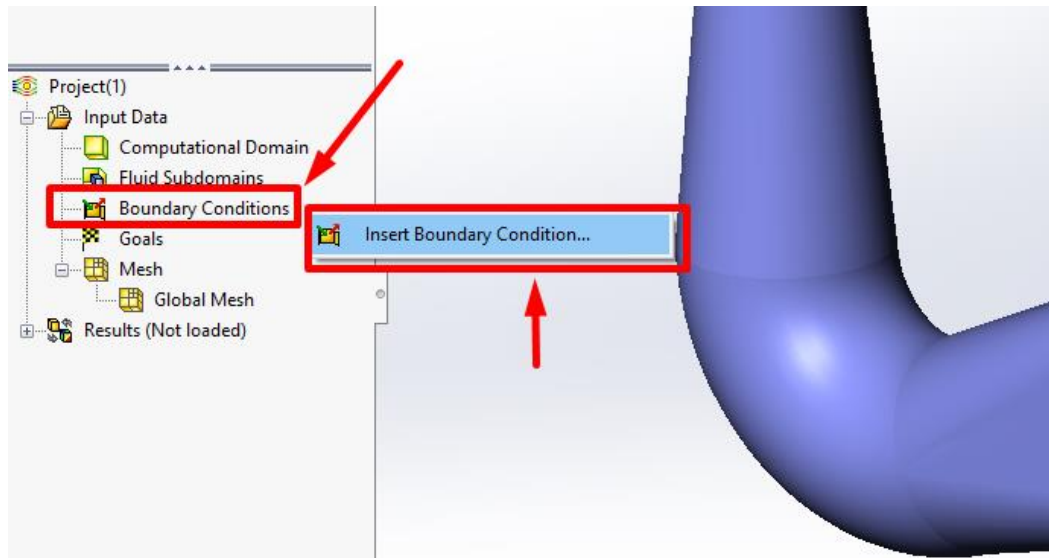

Рисунок 10.17 – Додавання граничної умови
1. У дереві **Flow Simulation Analysis** натисніть ПКМ на значку **Boundary Conditions** та виберіть **Insert Boundary Condition** (рис. 10.17).